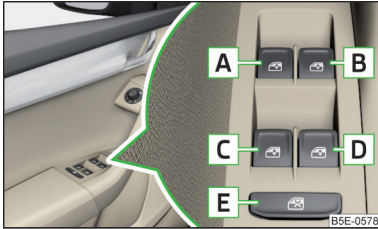

Abb. 57
Tasten der Fensterheber » Abb. 57
- Nach dem Öffnen der Fahrer- oder Beifahrertür ist die Bedienung der Fenster nur über die Taste **A** » Abb. 57 möglich, indem diese für 2 s gehalten bzw. gezogen wird.
- › **oder:** Die Zündung ausschalten, die Fahrertür öffnen und die Taste  bis zum Anschlag in der Öffnungsstellung halten » Abb. 57 auf Seite 68.
- › **oder:** Die Zündung ausschalten, die Fahrertür öffnen und die Taste  bis zum Anschlag in der Schließstellung halten » Abb. 57 auf Seite 68.